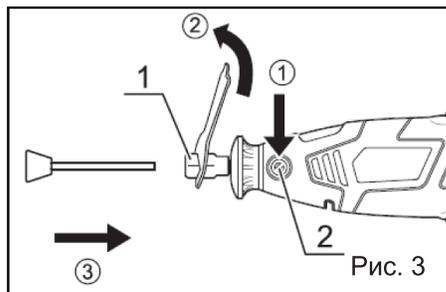

Рис. 3
1. Удерживая нажатой кнопку блокировки шпинделя (2), (Рис. 3) ослабьте против часовой стрелки ключом гайку цанги (1) (Рис. 3).